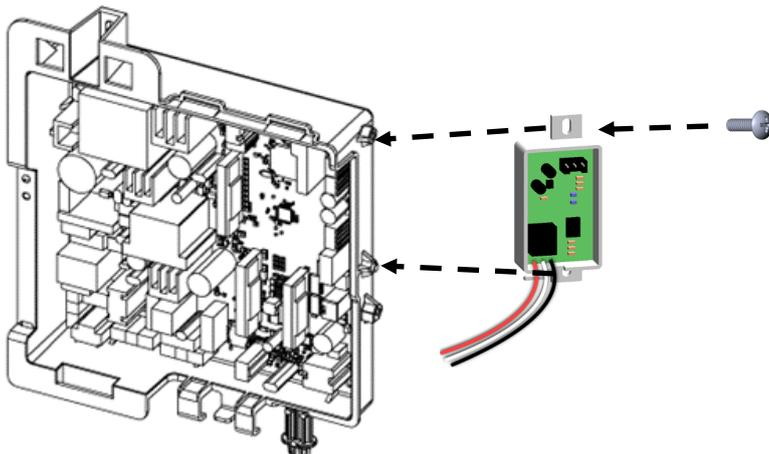

Figura 3: Ensamblaje de la placa de circuito impreso y placa de circuito del interruptor
5. Instale la **placa de circuito del interruptor** a un lado de la placa de circuito impreso, y fíjela con el tornillo proporcionado (Figura 3).